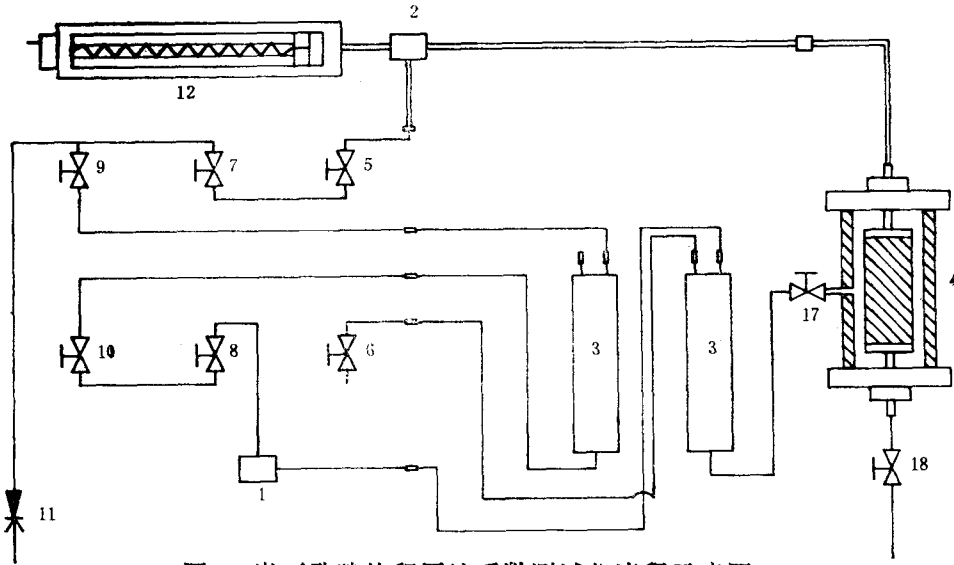
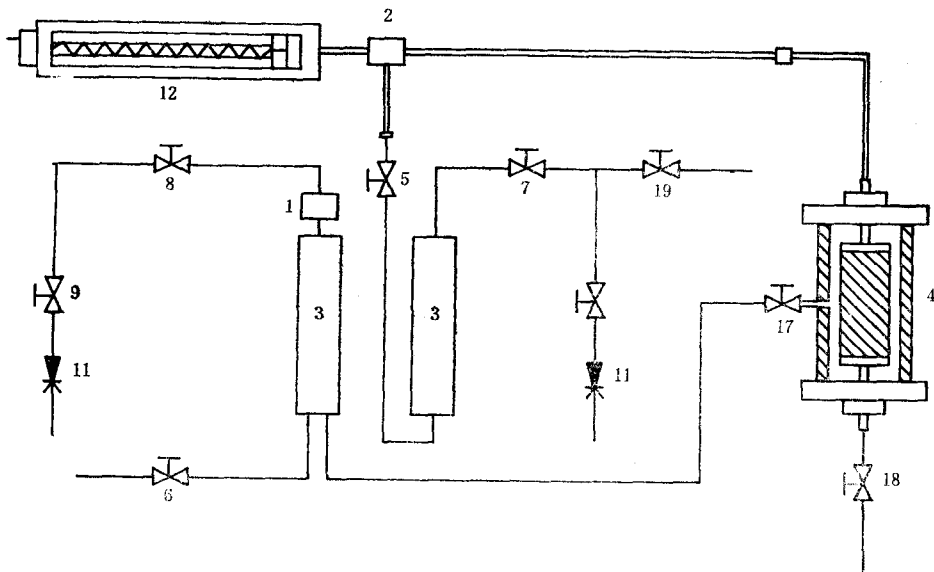

图1 岩石孔隙体积压缩系数测试仪流程示意图
图2 岩石孔隙体积压缩系数测试仪流程示意图
a. 岩石孔隙体积压缩系数仪：推荐采用A、B型两种型号，其流程见图1和图2。可测量直径2.5cm、长5.0cm，或直径3.8cm、长5.0cm的圆柱样品。最高测试压力可达70MPa，计量管最小分辨率0.01mm。